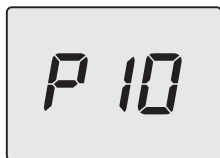

Figura 5.52
- Scorrere i vari parametri utilizzando i tasti 13 (indietro) o 15 (avanti) fino a far apparire sul display LCD le lettere **P10** che si alternano con il valore del parametro (Figura 5.52).